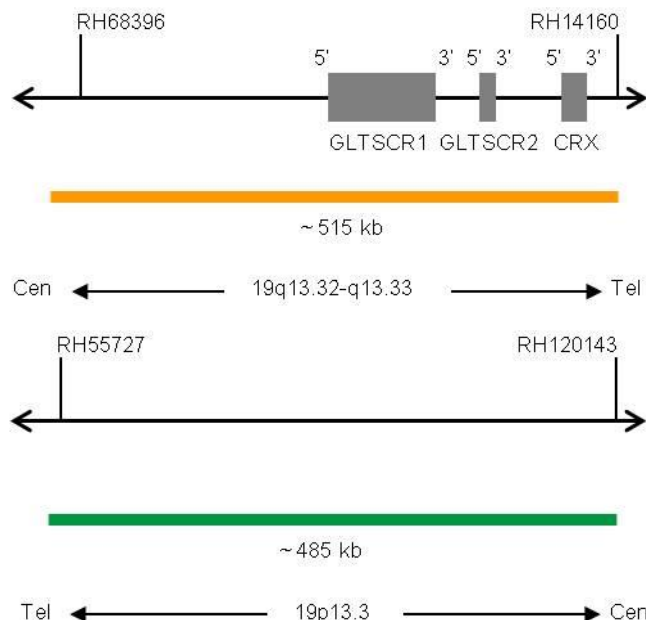

Abb. 1: Oben: SPEC 19q13 Sondenlokalisierung; Unten: SPEC 19p13 Sondenlokalisierung (nicht maßstabgetreu)
- ZyOrange (Anregung 547 nm/Emission 572 nm) markierten Polynukleotiden (~1.5 ng/ $\mu$ l), die gegen Sequenzen in 19q13.32-q13.33\* (chr19:47,857,776-48,374,564) gerichtet sind (siehe Abb. 1).
- ZyGreen (Anregung 503 nm/Emission 528 nm) markierten Polynukleotiden (~10 ng/ $\mu$ l), die gegen Sequenzen in 19p13.3\* (chr19:658,555-1,144,465) gerichtet sind (siehe Abb. 1).